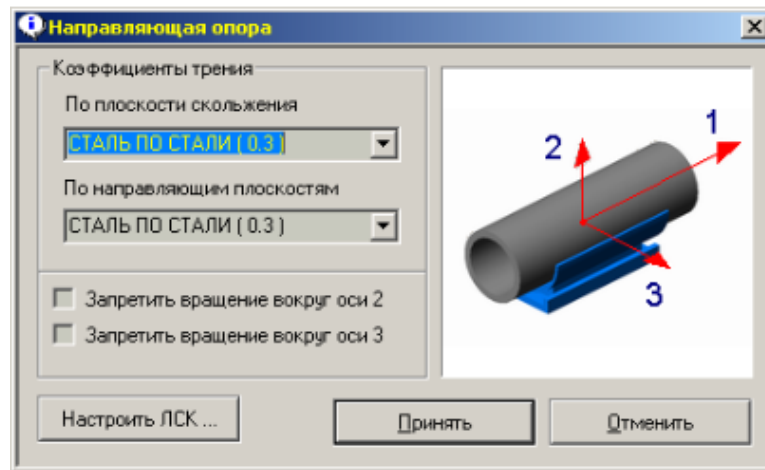

Рис. 5.4.8. Диалоговое окно задания параметров направляющей опоры
3. В возникшем диалоговом окне (рис. 5.4.8.) необходимо задать коэффициент трения трубы по площадке, коэффициент трения трубы с направляющими боковыми поверхностями и локальные оси опоры (см. раздел "Локальные оси опоры");